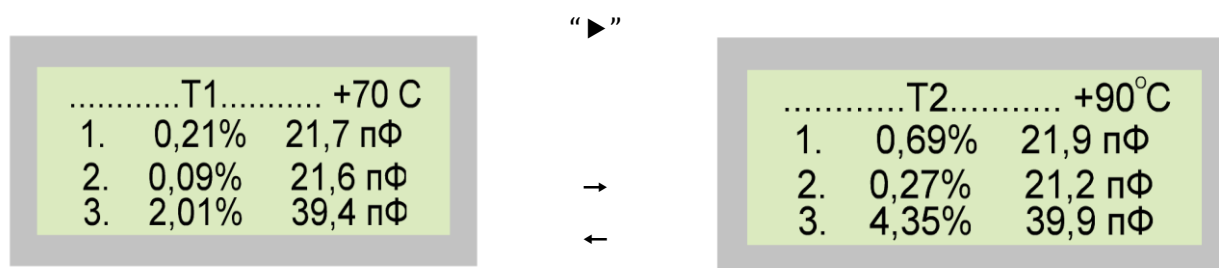

Рисунок10. Переключение экранов.
2.4.12 Просмотр результата измерения, выполненного в автоматическом режиме, при двух температурах T1 и T2, выполняется нажатием кнопки "▶" (Рисунок 10), что приводит к циклической смене показаний с учетом размерности.